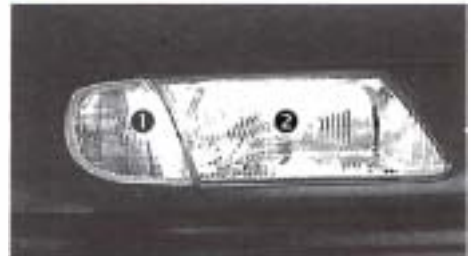

Figure 19.5 • Feu avant (document Cibié).
- **Signalisation à l'avant** (figure 19.5) :